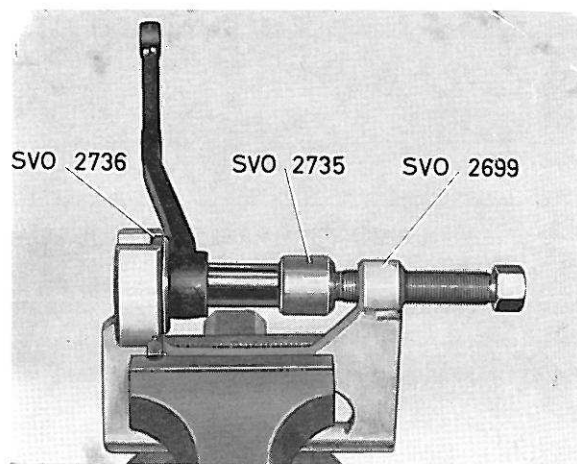

Figure 66. Montage des bagues
4. Retourner le bras intermédiaire et monter la nouvelle bague en se servant des outils SVO 2699 + SVO 2736 et du mandrin SVO 2735 (figure 66).
5. Reposer le bras intermédiaire en place, remettre la rondelle (7) et l'écrou.